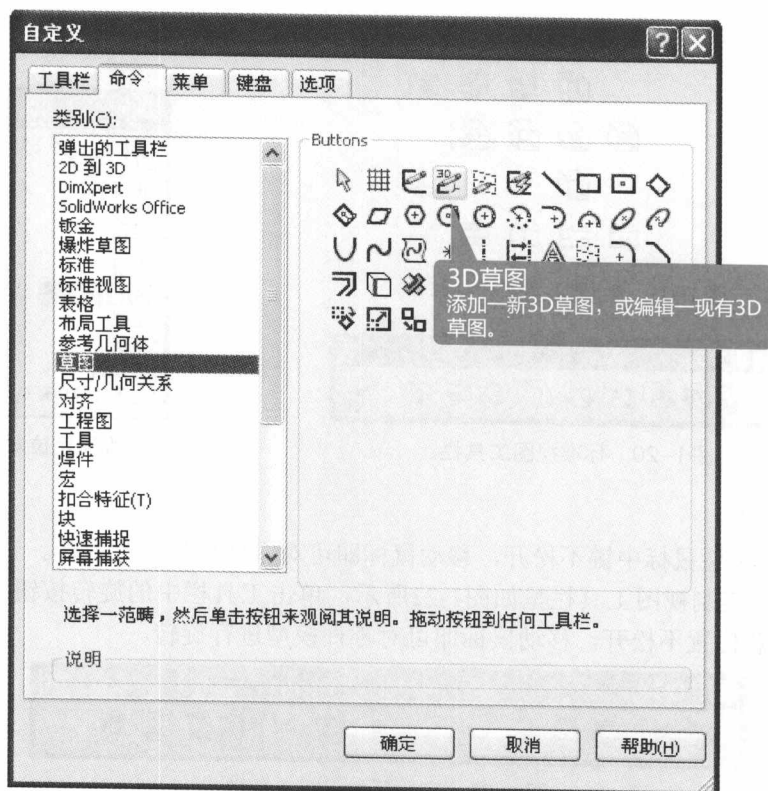

图 1-17 显示所有草图按钮
b. 单击对话框中的【命令】按钮, 再单击“类别”中的“草图”出现如图 1-17 所示所有草图按钮。